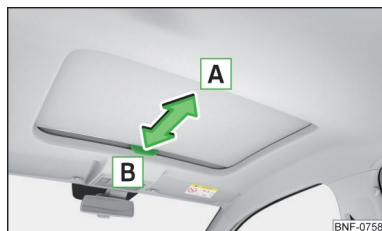

Fig. 36
- Træk grebet i pilens retning **A** for at åbne » Fig. 36.